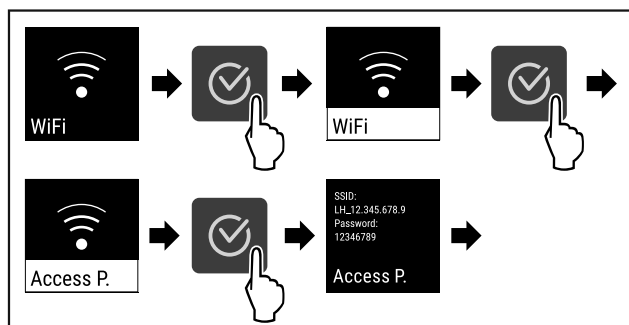

Fig. 85
- ▶ Выполните шаги действия (см. Fig. 85).